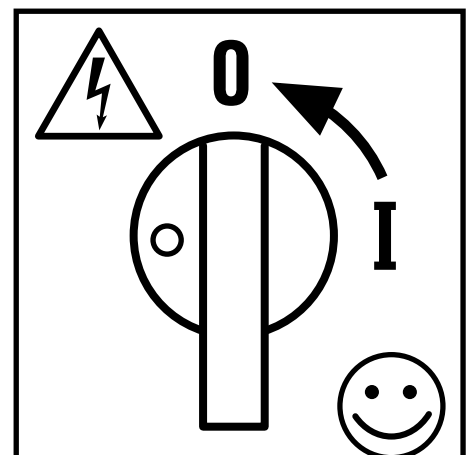

Fig.: 12
1. Considerar o uso de um interruptor de rede externo 1 (Fig.: 12) para se poder desligar a electricidade do sistema a qualquer tempo.